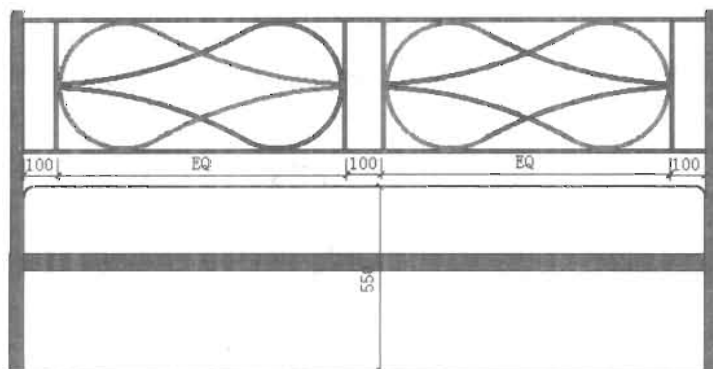

图 5-94
(8) 单击“修改”工具栏中的“复制”按钮, 将绘制好的图形复制到右侧, 如图 5-94 所示。